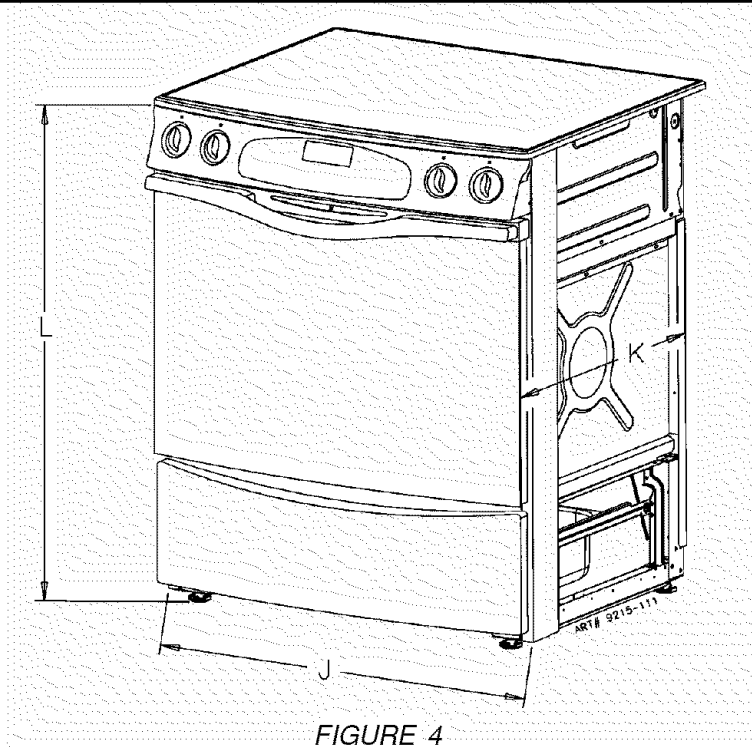

FIGURE 4
2. La dimension K (figure 4, page 26) est mesurée du mur au bord latéral de la porte du four. Elle n'inclut pas la courbe du verre ni la profondeur de la poignée.
3. La dimension L (figure 4, page 26) est mesurée avec les pieds de réglage vissés à fond. Elle peut varier légèrement en fonction du réglage des pieds.